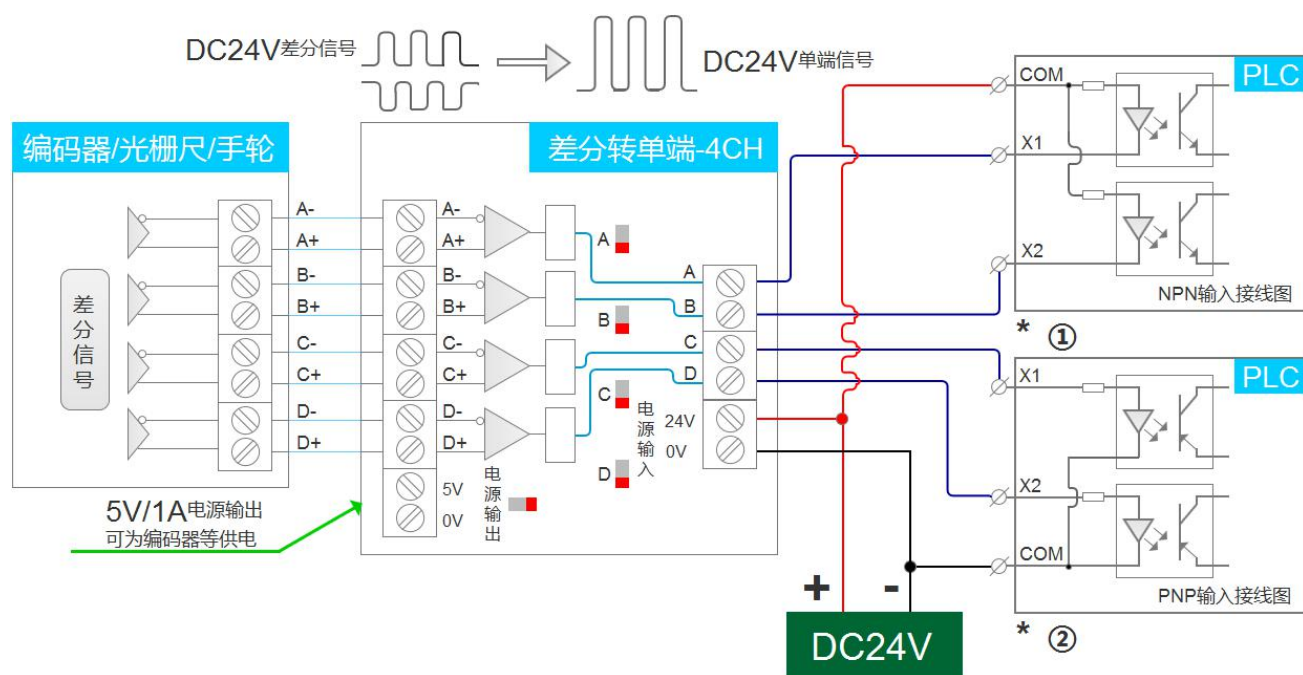
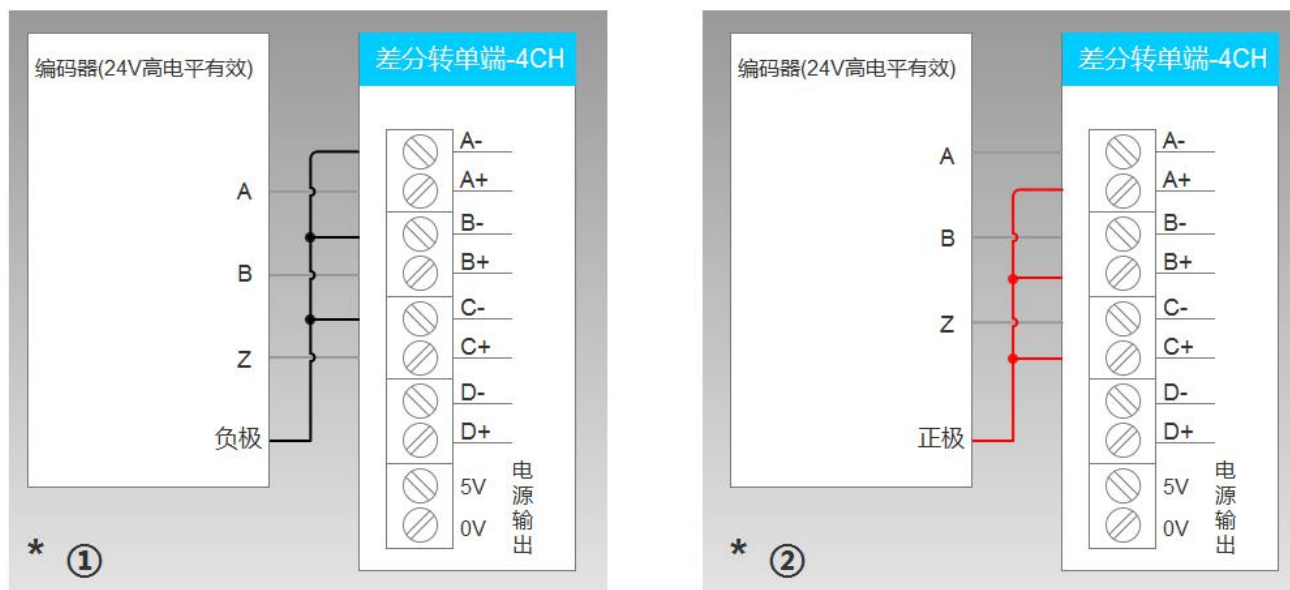

图 5.2.1 差分输入信号接线
图 5.2.2 单端信号输入信号接线
模块接线可参考图 5.2.1、图 5.2.2 所示：
1) 输入信号为差分信号时，参照按图 5.2.1 中接线；
2) 对于模块输出信号接法，如果 PLC 是 NPN 输入，则按图 5.2.1 中①接法，如果 PLC 是 PNP 输入，
则按图 5.2.1 中②接法。其他型号模块仅在通道数量上增减，接线一致；
3) 对于输入信号为单端信号（如 DC24V TTL 电平），参照图 5.2.2 接线，高电平有效即图 5.2.2 中①
接法，低电平有效即图 5.2.2 中②接法。